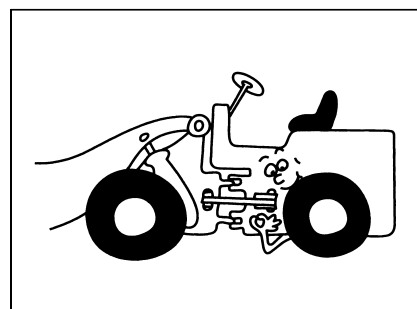

Рис.2-6
- До проверки и обслуживания погрузчика фиксировать погрузчик соединительными рычагами. (Рис.2-6)